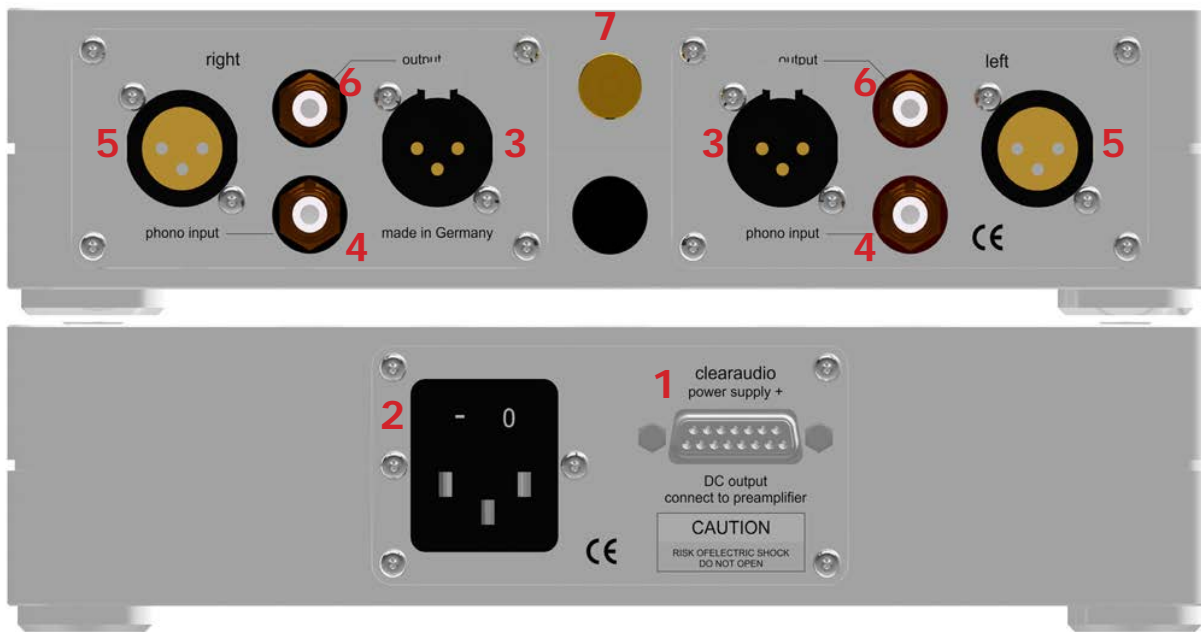

Abb. 2: Rückansicht der Phonovorstufe
3. Verbinden Sie die *balance V2* mit dem 15-poligen D-Sub Stecker mit dem dazugehörigen Netzteil (Abb. 2).
4. Schließen Sie nun das Netzteil an das Stromnetz an und schalten Sie das Gerät ein (Abb. 2).
Erläuterung der Anschlüsse auf der Rückseite (Abb. 2)